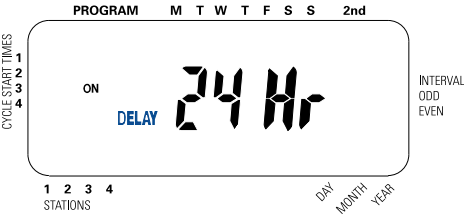

Abbildung 8: LCD-Anzeige bei Regenverzögerung
- 2. Taste **RAIN DELAY (REGENVERZÖGERUNG)** drücken, um die Bewässerung automatisch um 24 Stunden zu verzögern. [Siehe Abbildung 8]